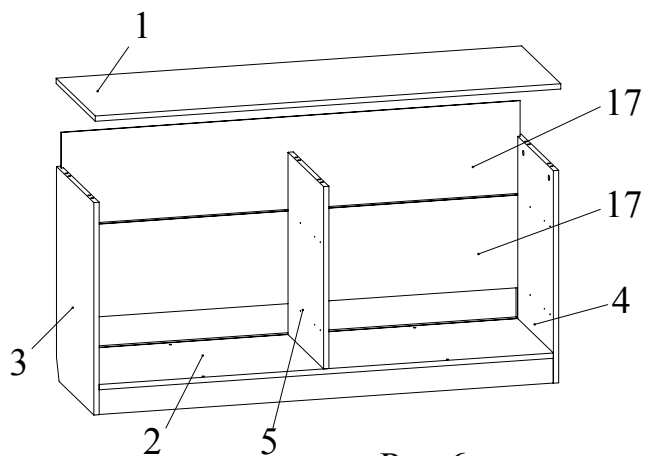

Рис.6
- Вставить в пазы дна 2, боковин 3, 4 задние стенки 17 из ДВП (Рис. 6).
- Установить крышку 1 на боковины 3, 4, 5 и зафиксировать, повернув конфирматным ключом головки минификсов по часовой стрелке до упора (Рис. 6).